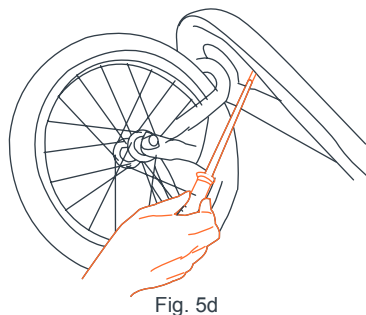

Fig. 5d
- Introduzca los 4 tornillos por debajo del armazón delantero en los tubos plásticos del guardabarros delantero. Ajuste bien los tornillos sin forzarlos (Fig. 5d).